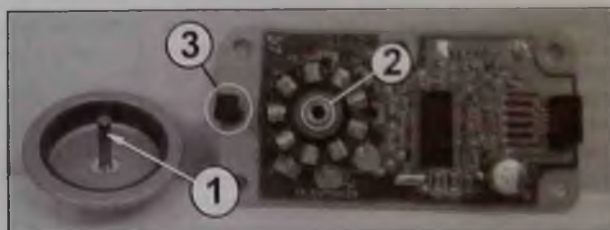

Рис. 35
перемещают ротор вверх и снимают его с двигателя в сборе с четырехгранной призмой. При снятии избегают прикосновения к боковым граням призмы. Очищают ось ротора (1 на рис. 35) и внутреннюю поверхность втулки статора (2) от загрязнений. Наносят тонкий слой жидкой смазки на ось ротора, устанавливая его на место в сборе с призмой и поворачивают фиксатор (3) ротора двигателя по часовой стрелке на 90 градусов. Убеждаются в отсутствии загрязнений на боковых гранях призмы. При обнаружении загрязнений или отпечатков пальцев аккуратно, без сильного нажима, очищают грани призмы безворсовой салфеткой. Устанавливают пластину в сборе с платой управления и двигателем привода призмы в корпус блока лазера и закручивают три самореза крепления.